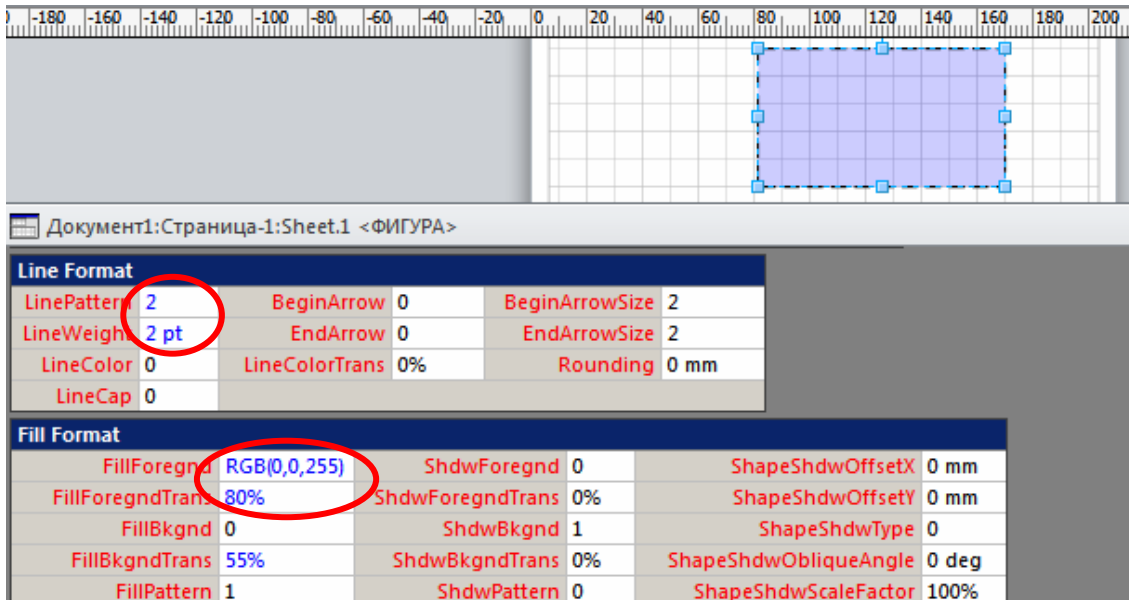

Рис. 14.11. Форматування ліній і заливки
**2. Лінії і заливка.** Встановимо для прямокутника штрихову лінію товщиною 2 пт. Для цього в розділі *Line format* встановимо значення комірки *LineWeight* таким, що дорівнює 2 pt і змінимо значення в комірці *LinePattern* (наприклад, 2, 7, 8, 9 або 16 – штрихи різної довжини; нумерація відповідає номерам у вікнах Visio форматування ліній) – рис. 14.11.
Заливка вказана в розділі *Fill Format* в комірці *FillForegnd* – у вигляді номерів кольорів або кодів RGB. Встановимо синій колір (значення 4 або RGB(0,0,255)). Додамо йому прозорість (наприклад, 80 %) у комірці *FillForegndTrans* – рис. 14.11.